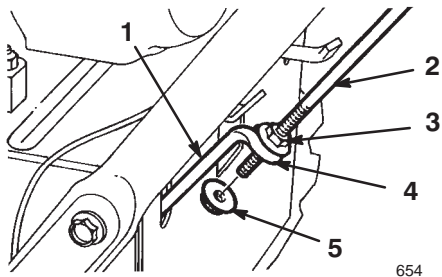

Figure 3
3. Vissez un écrou à embase (pas le contre-écrou à embase), embase vers le bas, sur la tige de traction fixée du côté gauche de l'ensemble mancheron (Fig. 3).
4. Placez le côté gauche de l'ensemble mancheron en appui contre le côté de la déneigeuse et insérez le bout de la tige de traction dans la boucle de la tige de traction inférieure (Fig. 3).
1. Vissez le contre-écrou à embase (embase vers le haut) sur le bas de la tige de commande de traction, sous la boucle de la tige de traction inférieure (Fig. 3).